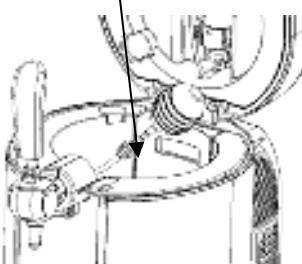

Figura 30
2. Collegare l'estremità del perno perforante, far scorrere l'acqua nel perno per pulire il tubo del perno, e spingere l'acqua fuori dal tubo della birra all'estremità opposta. Ripetere queste operazioni di pulizia fino a quando il tubo della birra sarà pulito (saranno necessarie almeno 3 bottiglie di acqua calda), si prega di pulire il meccanismo del rubinetto della birra come mostrato in figura 30. Nota: Si prega di smontare il rubinetto quando si effettuano le operazioni di pulizia. (Come mostrato in figura 29)